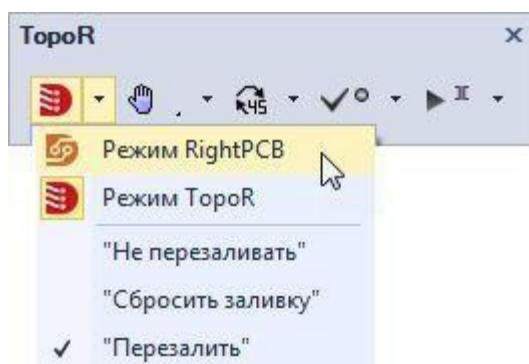

Рис. 7 Переключение между режимами Трассировки
7.2.1. Переключение между режимами трассировки RightPCB и TopoR происходит из панели инструментов «RightPCB/TopoR», см. Рис. 7